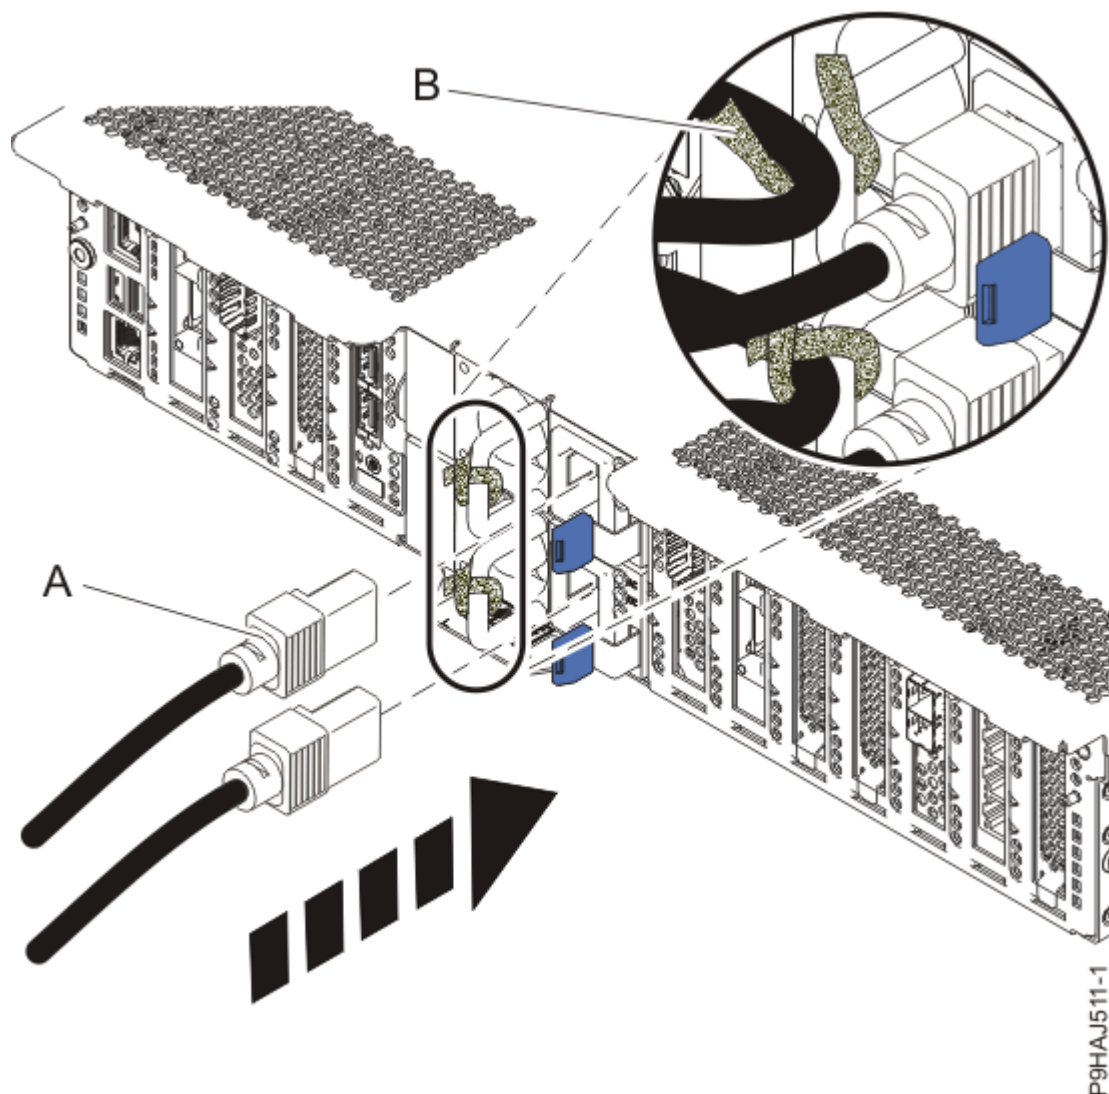

Figura 14. Conexión de los cables de alimentación
8. Utilizando las etiquetas, vuelva a conectar los cables de alimentación **(A)** a la unidad del sistema. Sujete los cables de alimentación al sistema utilizando el cierre velcro **(B)** como se muestra en la Figura 14 en la página 21.